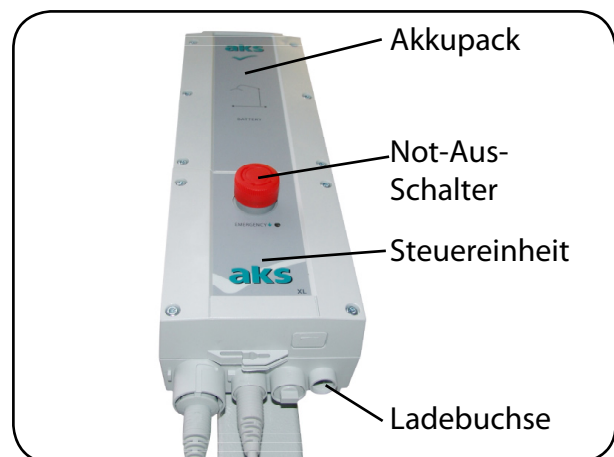

Abb. 8.5.02 - Steuereinheit
2. Stecken Sie das Anschlusskabel (Abbildung 8.5.01) in die Ladebuchse der Steuereinheit (Abbildung 8.5.02).